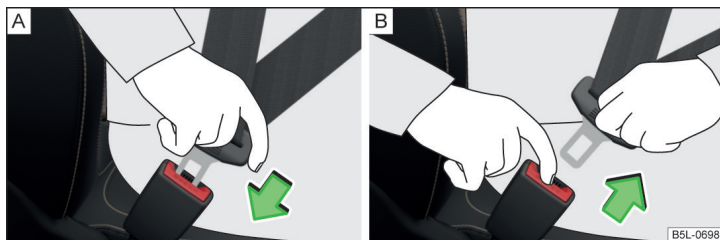

Fig. 7 Allacciamento / sganciamento della cintura di sicurezza
- Infilare la linguetta nella fibbia del sedile » fig. 7 - [A] finché non si aggancia in maniera udibile.
- Afferrare la linguetta e premere il tasto rosso sulla fibbia della cintura » fig. 7 - [B], la linguetta sarà espulsa.